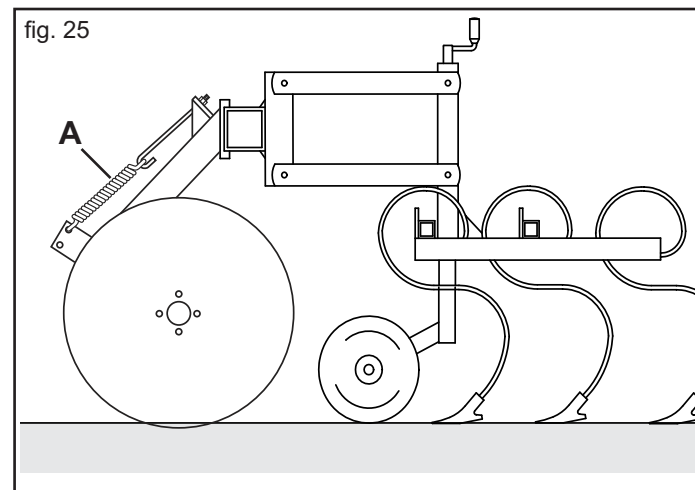

fig. 25
Se utilizează în special în zonele unde terenurile au o înclinație foarte mare. Așezate în spatele cadrului, sunt reglate de un arc (A) care permite imprimarea unei presiuni mai mici sau mari asupra acestora în funcție de caracteristicile terenului (Fig. 25).